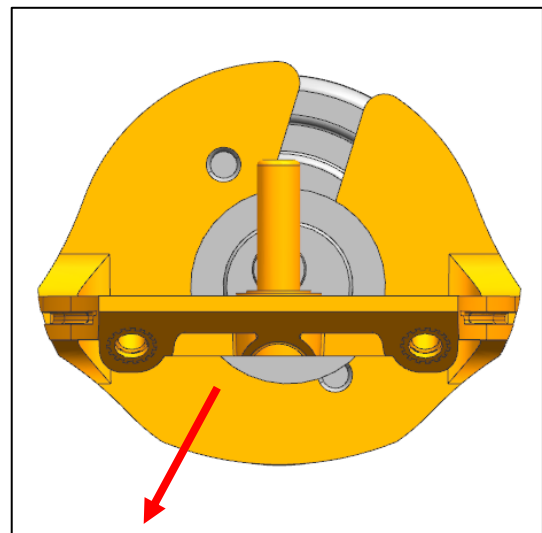

Abb. 19
- e) Ziehen Sie nun den Motorhalter nach links unten weg (Abb. 19).